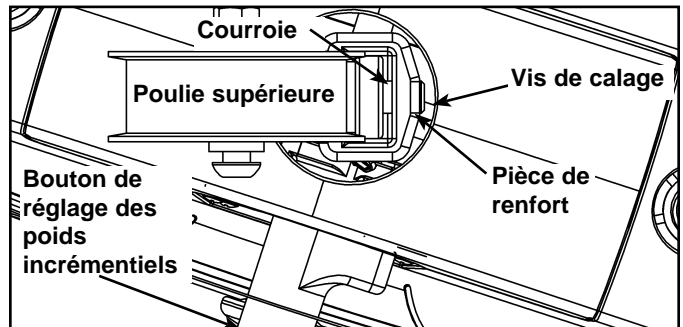

Figure 7
- B. Vérifiez si la pince de la courroie située sur le poids supérieur est correctement alignée avec la poulie supérieure. **REMARQUE :** La courroie doit s'acheminer tout droit de la poulie à la pince. Reportez-vous à la figure 7. **REMARQUE :** La figure 7 montre une vue en plan de la poulie supérieure jusqu'à la plaque supérieure.